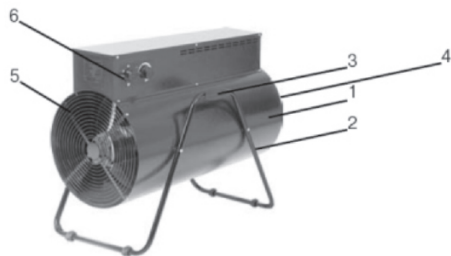

Рис. 1
5.1 Схема тепловентилятора (Рис. 1).
5.3 Корпус (1) пушки (см. Рис. 1) изготовлен из листовой стали, покрытой высококачественным полимерным покрытием. Корпус закреплен на подставке (2) с двумя ручками (3) для переноски. Внутри корпуса установлены трубчатые электронагреватели и осевой вентилятор. Вентилятор всасывает воздух через заднюю решетку (4), поток воздуха, проходя через электронагреватели, нагревается и подается в помещение через переднюю решетку (5). Органы управления расположены на боковой стенке корпуса.